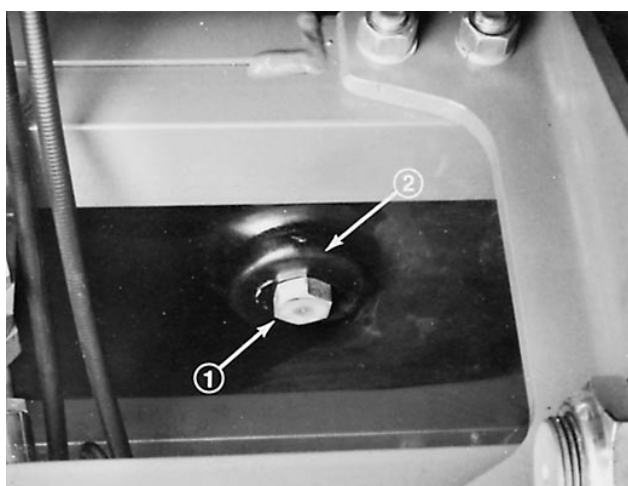

Figure 47
2. Repérer les bouchons à l'arrière et à droite derrière la roue avant, au centre et à l'arrière et au centre à l'avant du réservoir (Fig. 47).
1. Placer un bac de vidange sous le réservoir. Enlever successivement les trois (3) bouchons de vidange et laisser l'huile s'écouler dans le bac (Fig. 47).